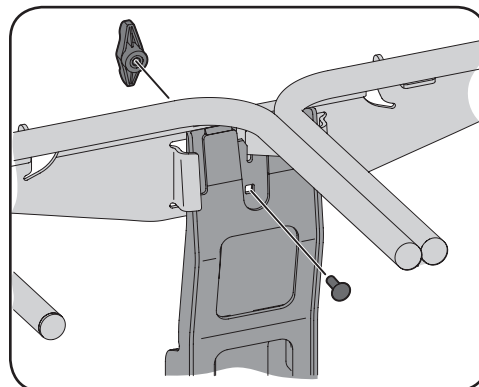

Figure 4-14
4. S'il n'est pas déjà installé, appliquer les joints (720-05151) et (720-05152A) à la face inférieure du capot supérieur (731-12348A) comme illustré ci-dessous. Voir la figure 4-14.